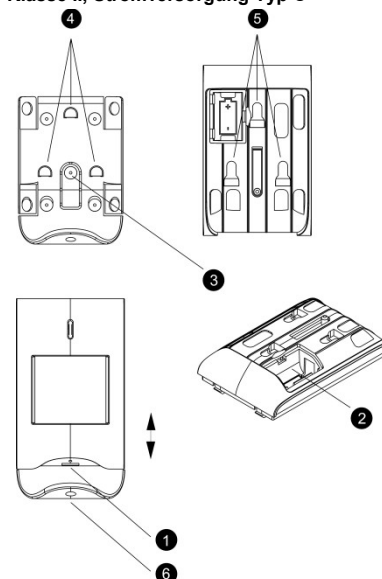

Figure 2: Montage des EL-4745PI
2. Um den hinteren Sabotagekontakt zu nutzen, verschrauben Sie die Sollbruchstelle im Wandhalter mit der Wand (siehe Figure 2, position 3). Wenn der Melder von der Wand gerissen wird, bricht die Sollbruchstelle aus dem Wandhalter und löst den Sabotagekontakt aus.
4. Verschrauben Sie den Melder mit der beigelegten Schraube an der Unterseite (siehe Figure2, position 6).
Öffnen Sie das hintere Batteriefach (siehe Figure 2, position 2), wechseln Sie die Batterie, schließen Sie anschließend das Batteriefach. Schieben Sie den Melder wieder in den Wandhalter.